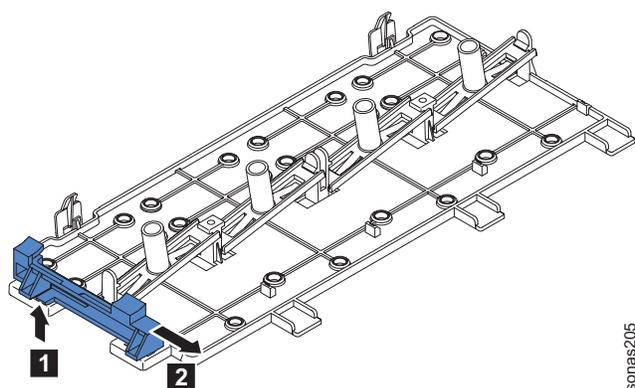

Figura 24. Removendo o Suporte de Retenção Traseiro do Controlador
- 2) Remova o suporte de retenção do controlador traseiro localizado no compartimento da bateria acima das fontes de alimentação puxando para cima a guia de liberação **1** e deslizando o suporte para fora **2**. Consulte o Figura 24.